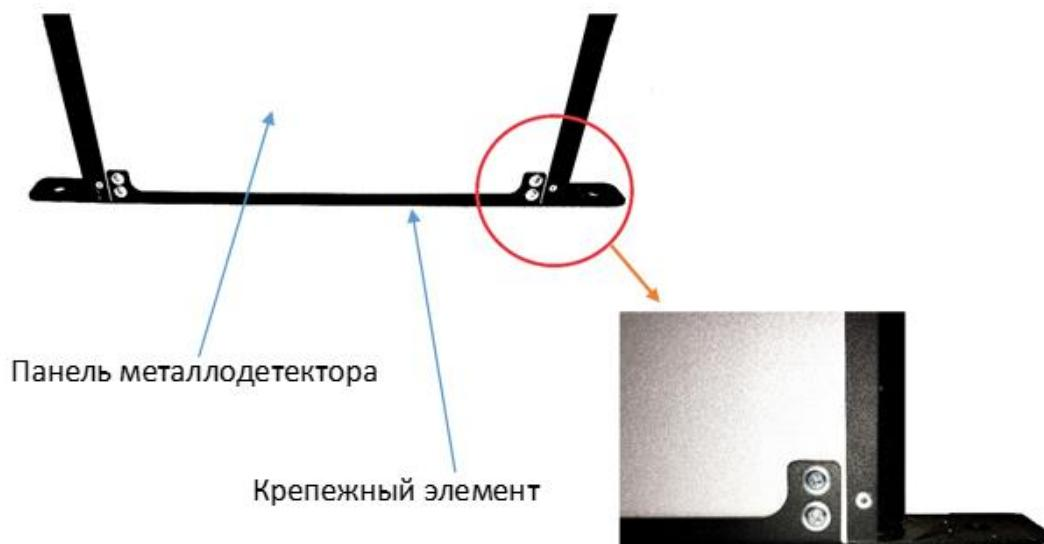

Рисунок 11
- зафиксировать крепления на панелях с помощью саморезов (рисунок 11) (опция);